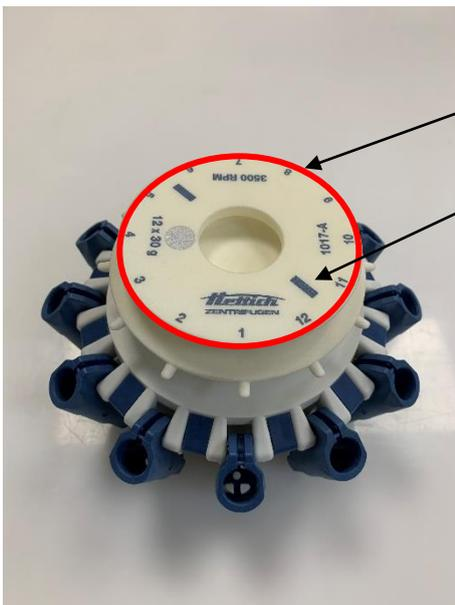

Fig. 7.6
1. Sujete el rotor por la zona del asa (Fig. 7.6, pto. 1) y coloque el rotor sobre el eje del motor.
2. Alinee las marcas (Fig. 7.6, pto. 2) de la parte superior del rotor con las ranuras del eje del motor.